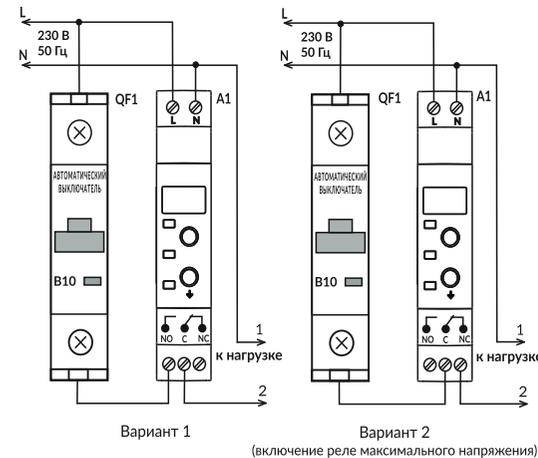

Рисунок 2
При мощности нагрузки до 2,3 кВт (ток до 10 А) для PH-118 или мощности до 3,6 кВт (ток до 16 А) для PH-119, нагрузка включается в соответствии с рисунком 2. При большей мощности подключите катушку МП к контактам 1 и 2 (рис.2), а нагрузку подключите через силовые контакты МП.
- 1) Подключите изделие к электрической сети (рис. 2).
Нагрузка подключается последовательно с контактами **С** и **NO** (рис. 2 вариант 1).
Внимание! В режиме «Реле максимального напряжения» нагрузка РН-118/РН-119 должна быть подключена последовательно с контактами **С** и **NC** (рис. 2 вариант 2).